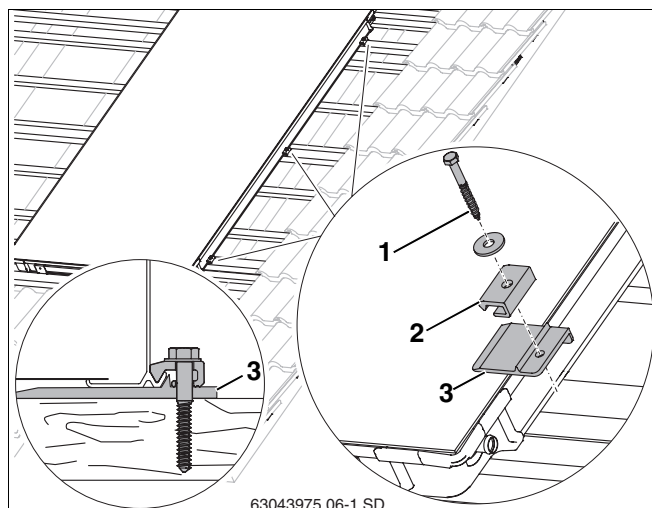

Fig. 23 Posa e avvitamento del primo collettore
- Sollevare leggermente il collettore, posizionare tre piastre di rinforzo destre: una sul 2° listello aggiuntivo, una sul 3° listello aggiuntivo e l'ultima su un listello preesistente posizionato al centro del collettore. Spingere le piastre, lungo il listello, sotto il collettore finché il bordo inferiore del medesimo urti contro l'alzata delle piastre (fig. 23, **pos. 3**).
- Per permettere l'inserimento della vite (fig. 23, **pos. 1**) è necessario realizzare un foro d'invito con una punta da trapano da 4 mm.
- Fissare i terminali di fissaggio (fig. 23, **pos. 2**) con vite 6x40 (fig. 23, **pos. 1**) e rondella (utilizzare una chiave SW 10).